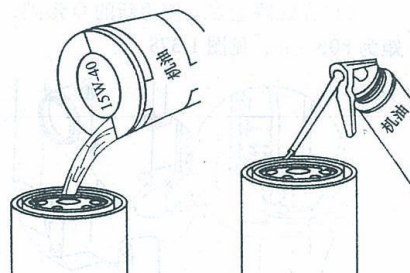

图 1-372 向滤清器垫涂机油、向滤清器加注机油
- 3) 在更换机油滤清器时, 要用清洁的 15W-40 机油涂在密封垫表面, 并向机油滤清器加注 15W-40 机油, 见图 1-372。